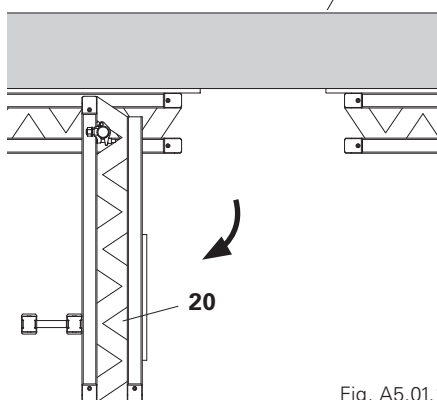

Fig. A5.01.1
2. Supprimez les accessoires MP des compensations (20).
3. En fonction de la compensation, ceux-ci sont pliés ou retirés. (Fig. A5.01.1)